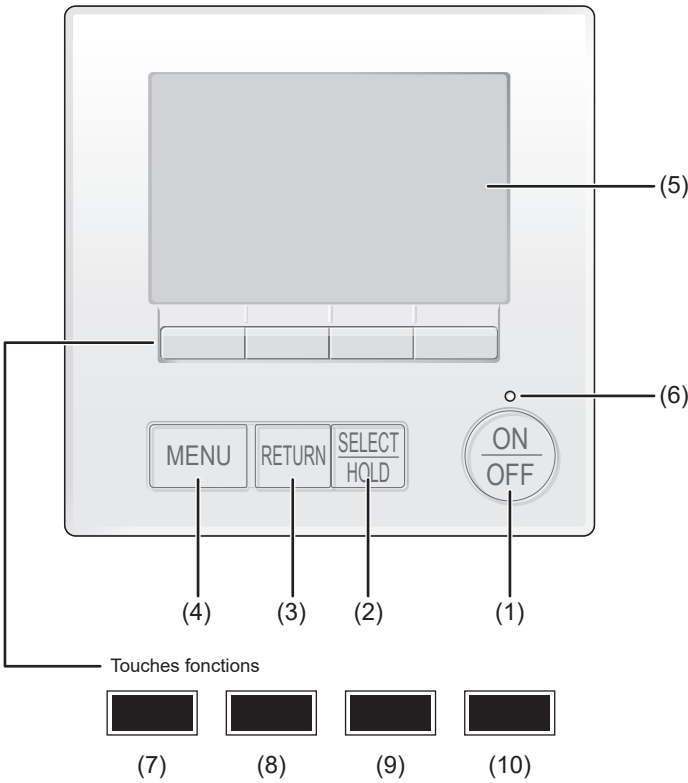

Fig. 7-1
7.2.1. À l'aide de la télécommande filaire MA (Fig. 7-1)